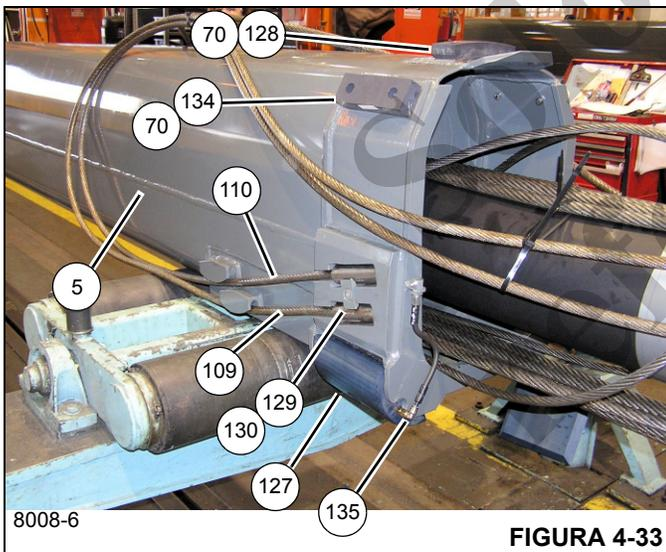

FIGURA 4-33
16. Monte el conjunto de almohadilla de desgaste (134) en cada lado de la parte inferior trasera de la sección telescópica 4 (5) utilizando los dos pernos (124) y las arandelas de seguridad (25) (vea la Figura 4-33).
17. Monte el conjunto de almohadilla de desgaste (128) en la parte inferior trasera de la sección telescópica 4 (5) utilizando los dos pernos (124).
18. Instale los dos conjuntos de cables de extensión de la sección telescópica 4 (109 y 110) a cada lado de la parte trasera de la sección telescópica 4 (5) y fije cada conjunto de cables a la sección telescópica 4 (5) utilizando
el cable de anclaje (129) y el perno (130) (vea la Figura 4-33).
19. Utilice bandas de amarre o tiras de correa para fijar temporalmente los cables (109, 110) y fije el conjunto de cables en el lado del cilindro telescópico (6) (lados izquierdo y derecho).
20. Coloque la sección telescópica 3 (4) con el lado superior hacia abajo y detrás de la sección telescópica 4 (5); coloque la sección telescópica 3 (4) en unos soportes adecuados.
21. Utilice una pistola engrasadora o brocha y aplique grasa en el interior de la sección telescópica 3 (4) en las áreas donde las almohadillas de desgaste de la parte trasera de la sección telescópica 4 tocarán al ser armadas.
22. Alinee la sección telescópica 3 (4) con la sección telescópica 4 (5).
23. Fije la manguera de engrase (135) y las piezas relacionadas (79, 80, 77, 78) a cada una de las almohadillas superiores traseras (127), luego instale el conjunto de almohadilla de desgaste/manguera de engrase en la escuadra de fijación en cada lado de la sección telescópica 4 (5) (vea la Figura 4-33).